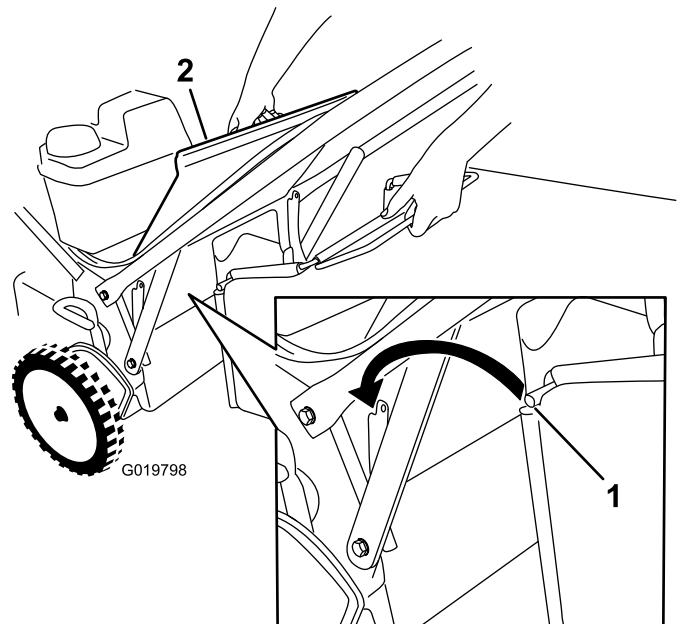

Figura 22
1. Levante y sujete el deflector trasero (Figura 22).
3. Instale la varilla de la bolsa en las muescas de la base del manillar, y mueva la bolsa hacia adelante y hacia atrás para verificar que la varilla está asentada en el fondo de cada muesca; consulte Figura 22.